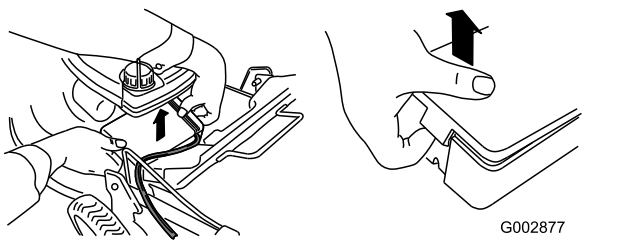

Figura 40
1. Sbloccate il coperchio della batteria da ambo i lati e toglietelo (**Figura 40**).